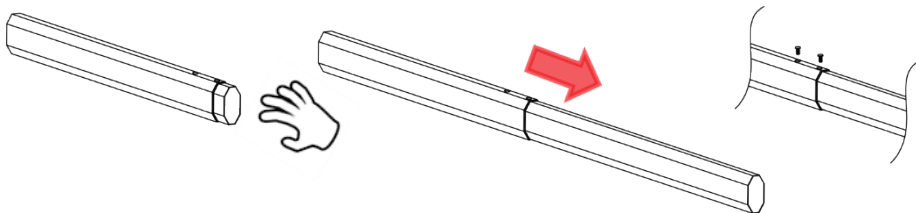

Рис. 1 Соедините главную стрелу с выдвижной стрелой с помощью 2 винтов
- Вытяните выдвижную стрелу из основной стрелы, затем закрепите 2 винтами, как показано на Рис. 1.